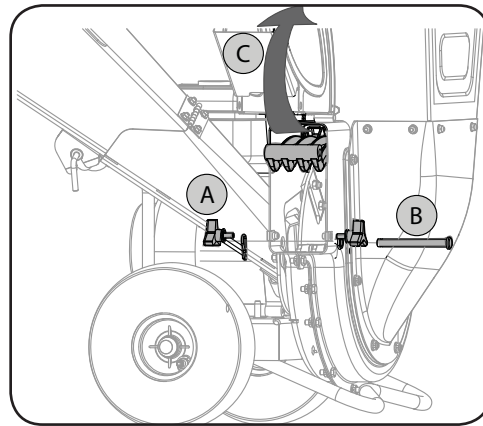

Figure 4-1
2. Retirez le sac (si installé) de la broyeuse-déchetuse. Retirez les deux écrous papillon de chaque côté du déflecteur de la goulotte et faites pivoter le déflecteur vers le haut. Voir A à la Figure 4-1.
3. Retirez la goupille fendue de l'axe de chape qui passe à travers le boîtier et la grille de protection. Voir B Figure 4-1. Retirez l'axe de chape.
4. Faites pivoter la grille de protection vers le haut. Voir C Figure 4-1. Enlevez tous les débris de la surface.
9. Retirez la goupille fendue de l'axe de chape qui passe à travers le boîtier et la grille de protection. Voir B à la Figure 4-1. Retirez l'axe de chape.
10. Faites pivoter la grille de protection vers le haut. Voir C à la Figure 4-1. Enlevez tous les débris de la surface.